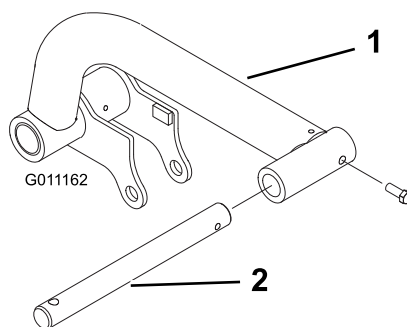

Рисунок 7
- Вставьте ось поворота в каждый подъемный рычаг и совместите монтажные отверстия (Рисунок 7).